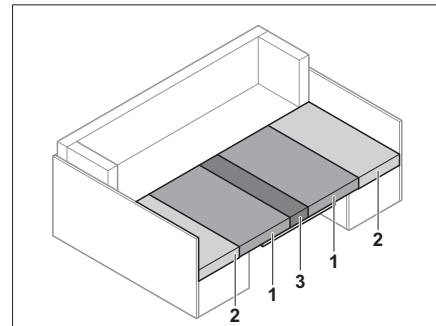

Bild 69 Nach dem Umbau
- Die Sitzpolster (Bild 69,1) zur Mitte ziehen.
- Die Rückenpolster (Bild 69,2) zwischen die Sitzpolster (Bild 69,1) und die Außenwand legen.
- Das Zusatzpolster (Bild 69,3) zwischen die Sitzpolster (Bild 69,1) auf den Tisch legen.